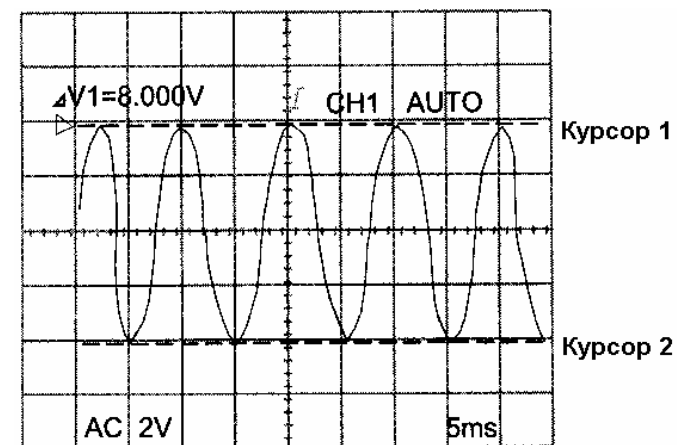

Рисунок 5-5
5.2.1.3. Измерение ΔV (см. рис. 5-5)